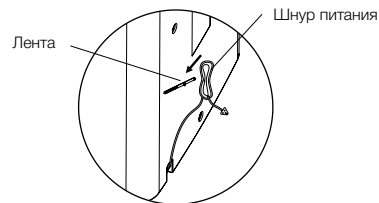

Рис. 8.
- Смотайте шнур питания и перетяните лентой (см. Рис. 8).